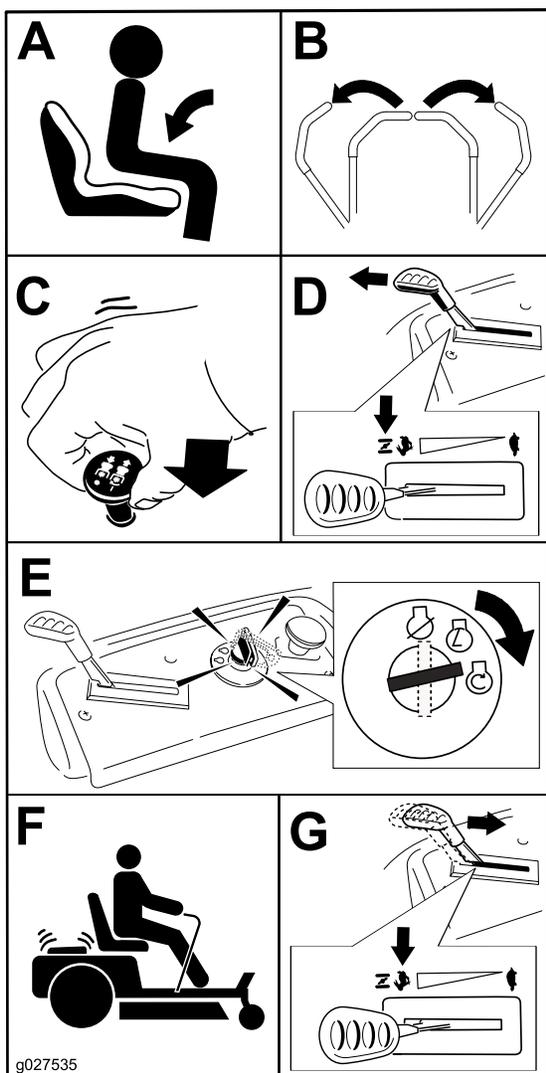

Рисунок 23
к упору в положении «воздушная заслонка» (Рисунок 23).
1. Выключите ножи, переместив переключатель управления ножами в положение ВЫКЛ (Рисунок 23).